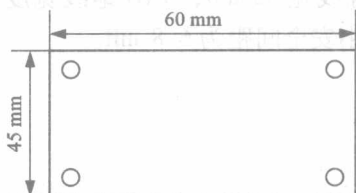

图 5 调频无线耳机发射器 PCB 尺寸图
① PCB 尺寸和形状,如图 5 所示。
② 布线要求:设置自动布线宽为 32 mil, Vcc 正电源线宽 35 mil, GND 地线宽度 40 mil。双层板, Via 直径为 64 mil, Via Hole 直径为 30 mil,最小安全间距为 6.8 mil。